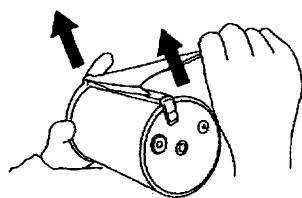

図6-2-2
- ② 円筒ドラムを上から見て、「用紙押さえ」の両端のつまみを同時に上方へ持ち上げ、記録用紙の方向を合わせて記録用紙の折曲部 (OUT 側) を用紙押さえに引っかけて円筒ドラムに巻き込みます。この時、用紙の下部は隙間がないように円筒ドラムの下部に合わせて下さい。(図6-2-2)